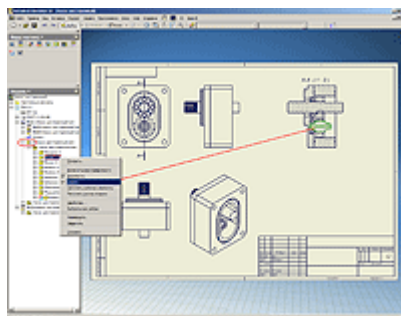

Рисунок 7
7. При необходимости, детали, которые не должны попадать в разрез (например, такие как валы) можно исключить из сечения. Для этого в браузере чертежа необходимо в текущем виде найти деталь, которую необходимо исключить из разреза и правой кнопкой мыши снять флажок с пункта меню «Разрез» (см. Рисунок 7).